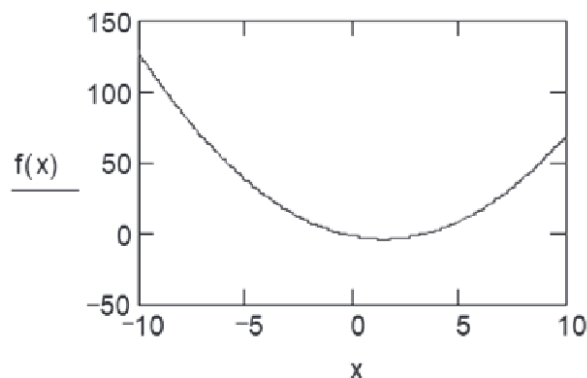

Рисунок 37 – Построение графика функции
Чтобы построить график функции $f(x)$, следует нажать на панели *График* (*Graph*) кнопку с шаблоном декартового графика и заполнить маркеры на осях именами x и $f(x)$ (рисунок 37).
2) Создать математические зоны, записав в них информацию, аналогичную представленной на рисунке 35. Разместить математические зоны в документе MathCAD оптимальным образом. Создать собственную функцию пользователя и построить ее график (см. рисунок 37).